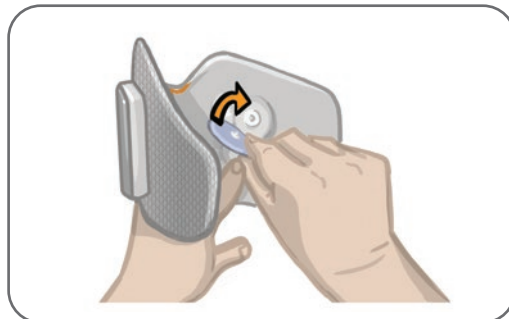

Bild 6-6: Ansluta de runda tygelektrodena
5. Sätt fast de runda tygelektrodena vid elektrodbaserna. Se bild 6-6.